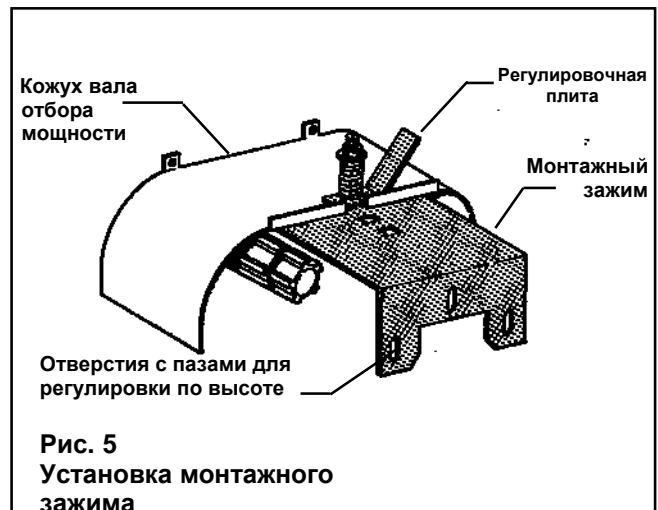

Рис. 5
1. При установке монтажного зажима на кожух вала отбора мощности, убедитесь, что кожух не прогнулся вниз. Это приведет к дополнительной нагрузке на подшипники насоса. Возможно, придется выгнуть кожух до его первоначального состояния (или выше), чтобы монтажный зажим мог перемещаться под кожухом, как показано на рис. 5.
Необходимо просверлить центровые отверстия 5/16" во всех кожухах с плоскими поверхностями, чтобы надежно прикрепить монтажный зажим к кожуху вала отбора мощности (см. рис. 5).